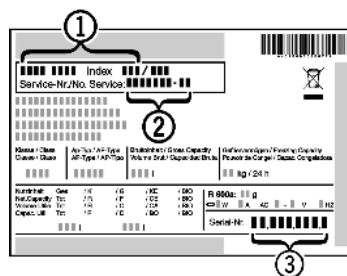

Fig. 12
► Gerätebezeichnung Fig. 12 (1), Service-Nr. Fig. 12 (2) und Serial-Nr. Fig. 12 (3) vom Typenschild ablesen. Das Typenschild befindet sich an der linken Geräteinnenseite.
► Den Kundendienst benachrichtigen und den Fehler, Gerätebezeichnung Fig. 12 (1), Service-Nr. Fig. 12 (2) und Serial-Nr. Fig. 12 (3) mitteilen.